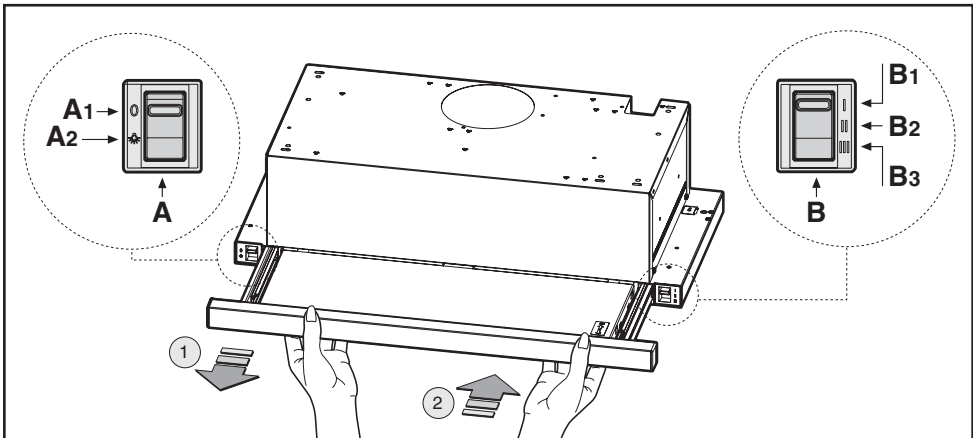

Fig.9
• Betjening-senhed taster (Fig.9) slider symbolbetydningen er som følger: